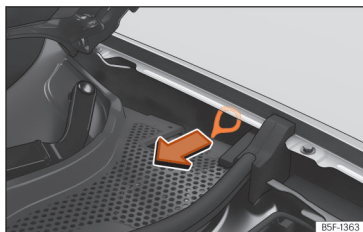

Fig. 62 Entre a lateral esquerda e a dobradiça do capô do motor Puxador para o desbloqueio manual de emergência do conector de carregamento.
O puxador para o desbloqueio manual de emergência encontra-se no lado esquerdo do compartimento do motor, por cima da tomada de carregamento »»» **Fig. 62.**
- Puxe a alavanca »»» **Fig. 62.**